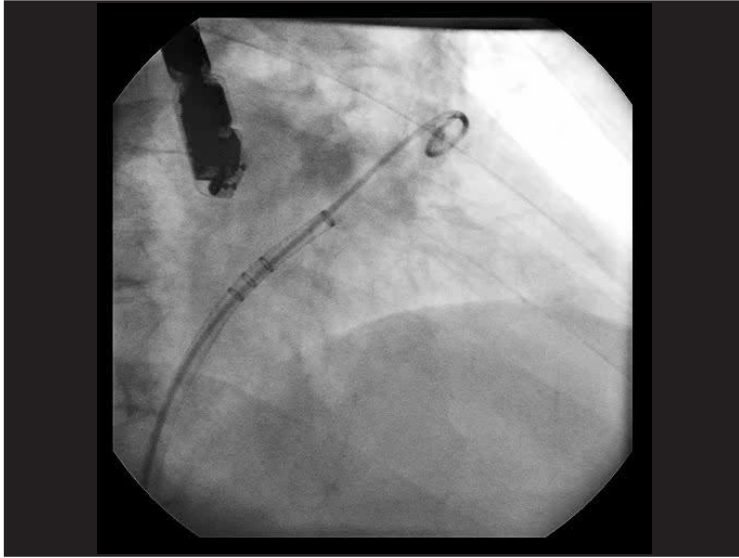
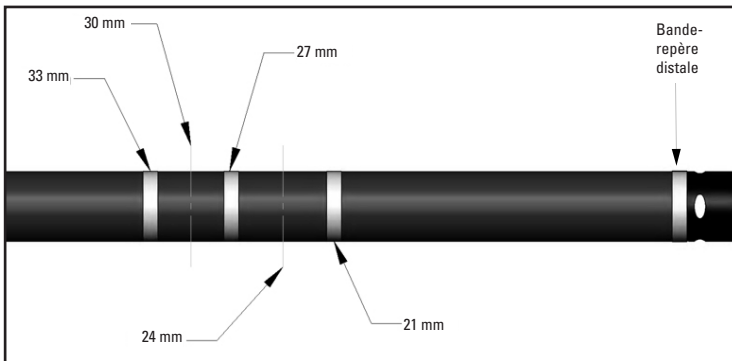

Figure 3. Gaine d'accès WATCHMAN™ et cathéter en queue de cochon
Figure 4. Bandes-repères de la gaine d'accès WATCHMAN
- C. Faire progresser avec précaution le cathéter en queue de cochon par la gaine d'accès et dans l'appendice auriculaire gauche distal sous contrôle fluoroscopique (Figure 3). Faire progresser la gaine d'accès sur le cathéter en queue de cochon jusqu'à ce que la bande-repère de cette gaine correspondant à la taille du dispositif (voir la Figure 4) atteigne l'ostium de l'appendice auriculaire gauche ou soit dans une position qui lui est immédiatement distale. Retirer lentement le cathéter en queue de cochon.